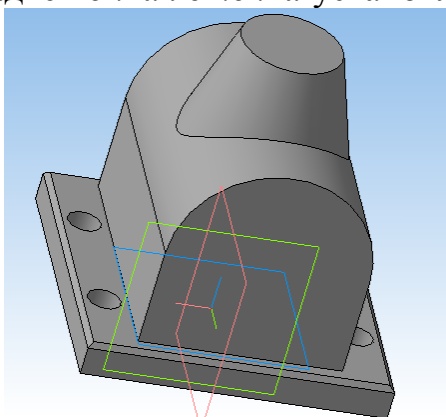

Рис. 7.
6. Выполните операцию вращения. Способом построения должен быть *Сфероид*, а на вкладке *Тонкая стенка* установлен вариант *Нет* (рис. 7).